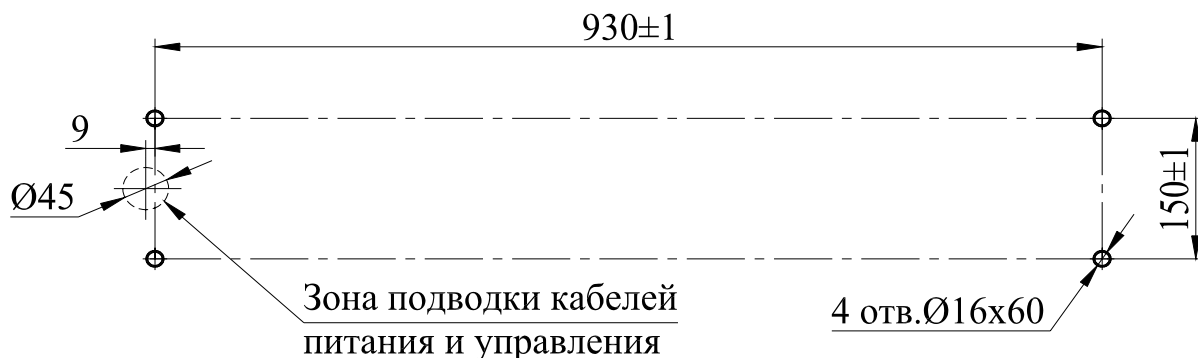

Рисунок 10 - Разметка отверстий для установки стойки турникета
8.4.2 Подготовьте в полу отверстия под гильзы анкеров для крепления стойки турникета (см. рисунок 10).